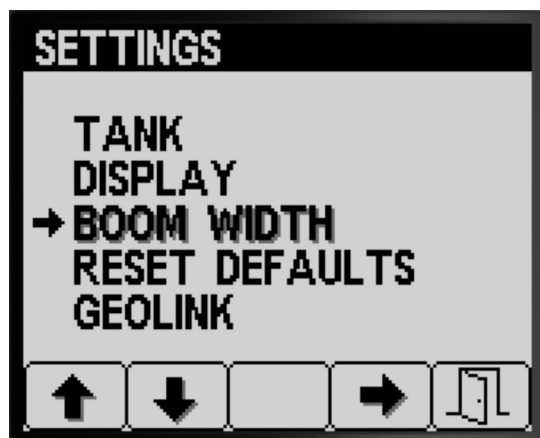

Figure 32
1. Appuyez sur le bouton 2 de l'écran Réglages jusqu'à ce que l'option LARGEUR DE RAMPE soit atteinte (Figure 32).
2. Appuyez sur le bouton 4 pour sélectionner l'option **LARGEUR DE RAMPE** (Figure 32).